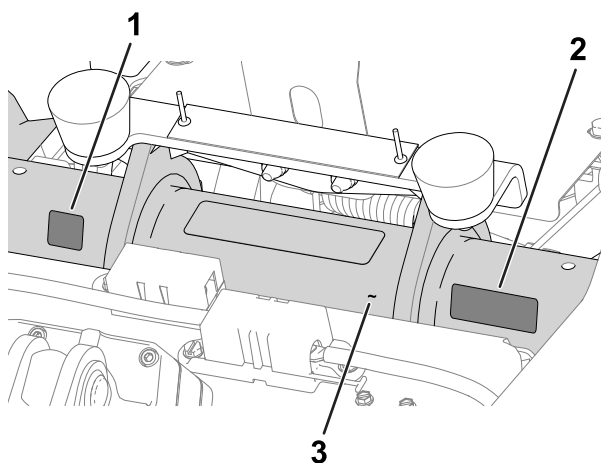

Figura 16
- **Pegatina del año de fabricación y pegatina CE/UKCA:** aplique las pegatinas en el tubo del bastidor, debajo del asiento y la placa del número de serie; consulte la Figura 16.